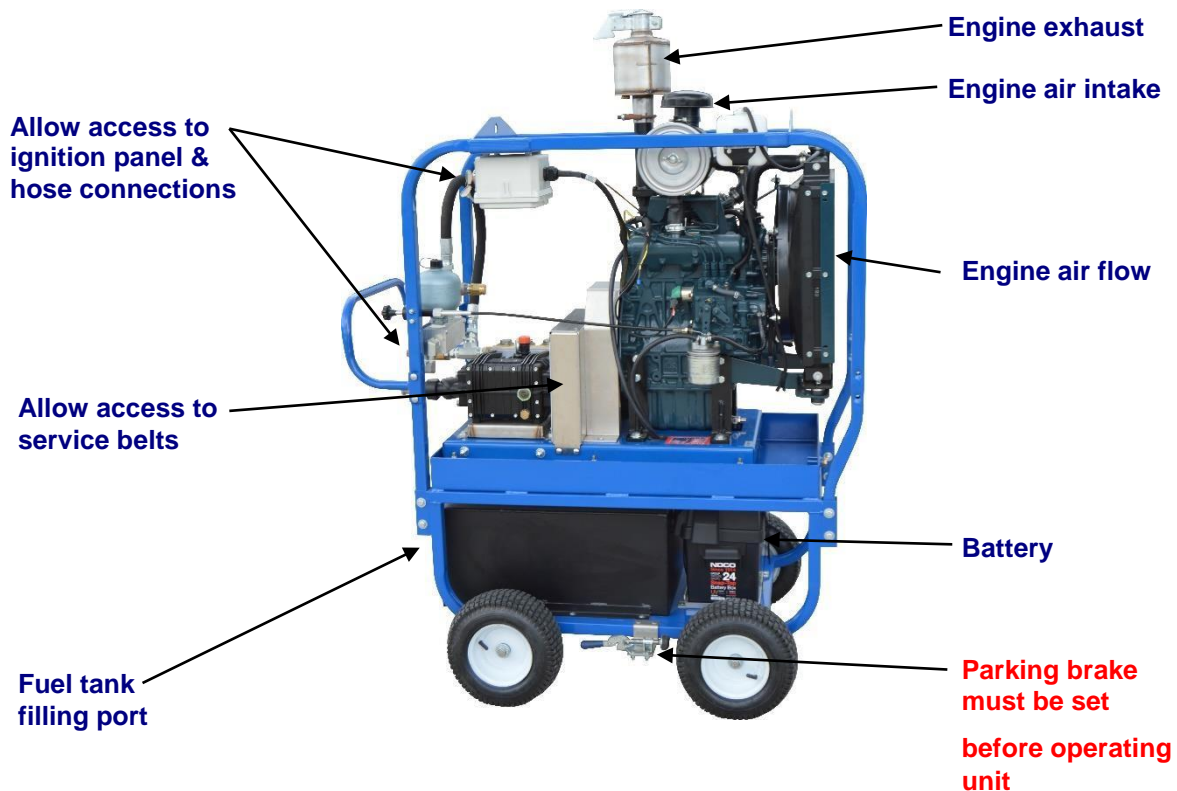

Figura 4.2 – Diretrizes de instalação
*** Instalações fechadas exigirão disposições para fluxo de ar de refrigeração apropriado do motor e para ventilação do escape do motor. Veja Figura 4.2 abaixo.**